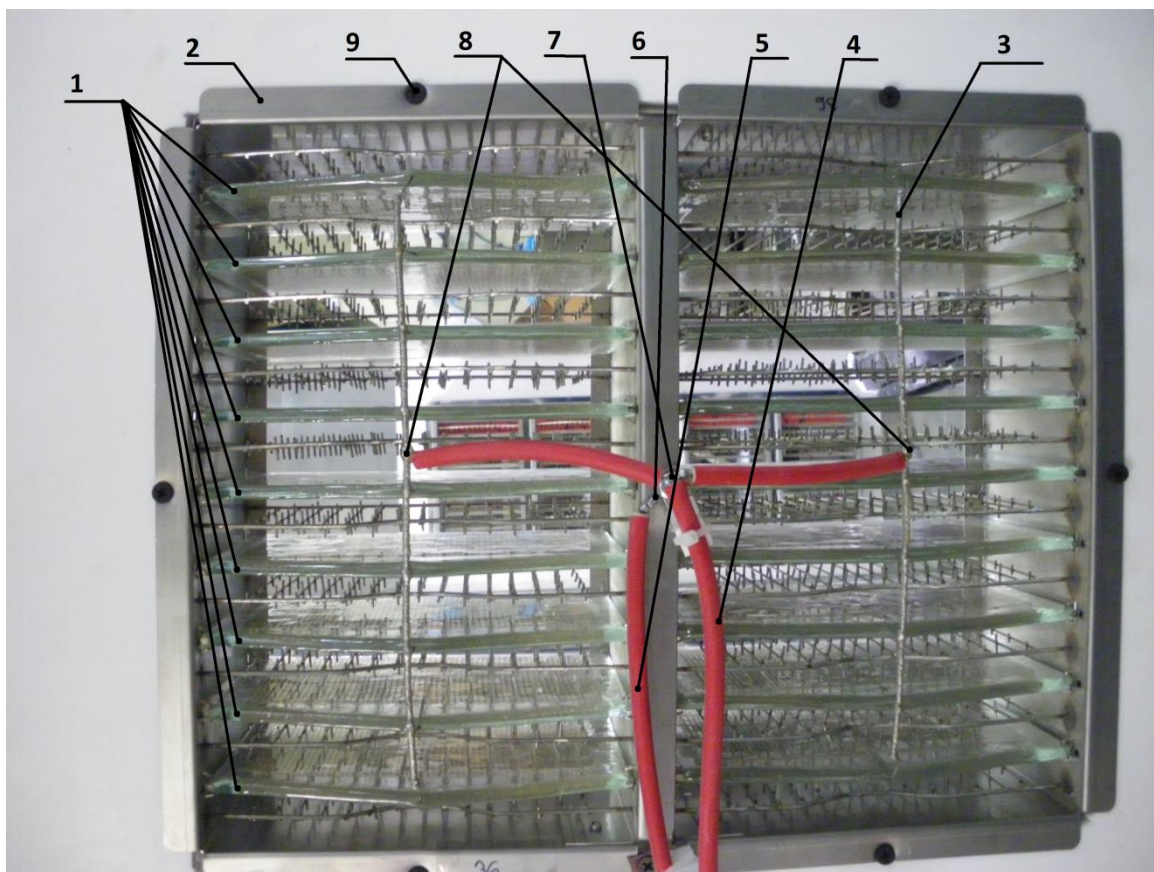

Рис. 5. Газоразрядные ячейки
Позиции на Рис. 5:
- b. Отпаять высоковольтные провода от шин и корпусов ячеек (Рис. 5, поз. 6, 8)
- d. Открутить винты, удерживающие ячейки на раме (Рис. 5, поз. 9)
- b. Отпаять шину (Рис. 5, поз. 3)
- c. Извлечь поврежденный электрод (Рис. 5, поз. 1)
- c. Отпаять высоковольтные провода от шин и корпусов Газоразрядных ячеек (Рис. 5, поз. 6 и 8)